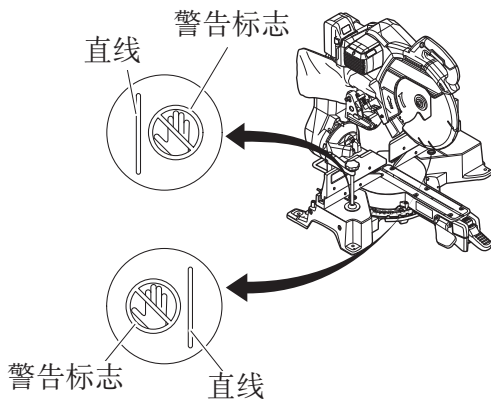

图24
- 使用工具时切勿使四肢进入警告标志旁边的线内（见图24。否则可能发生危险。